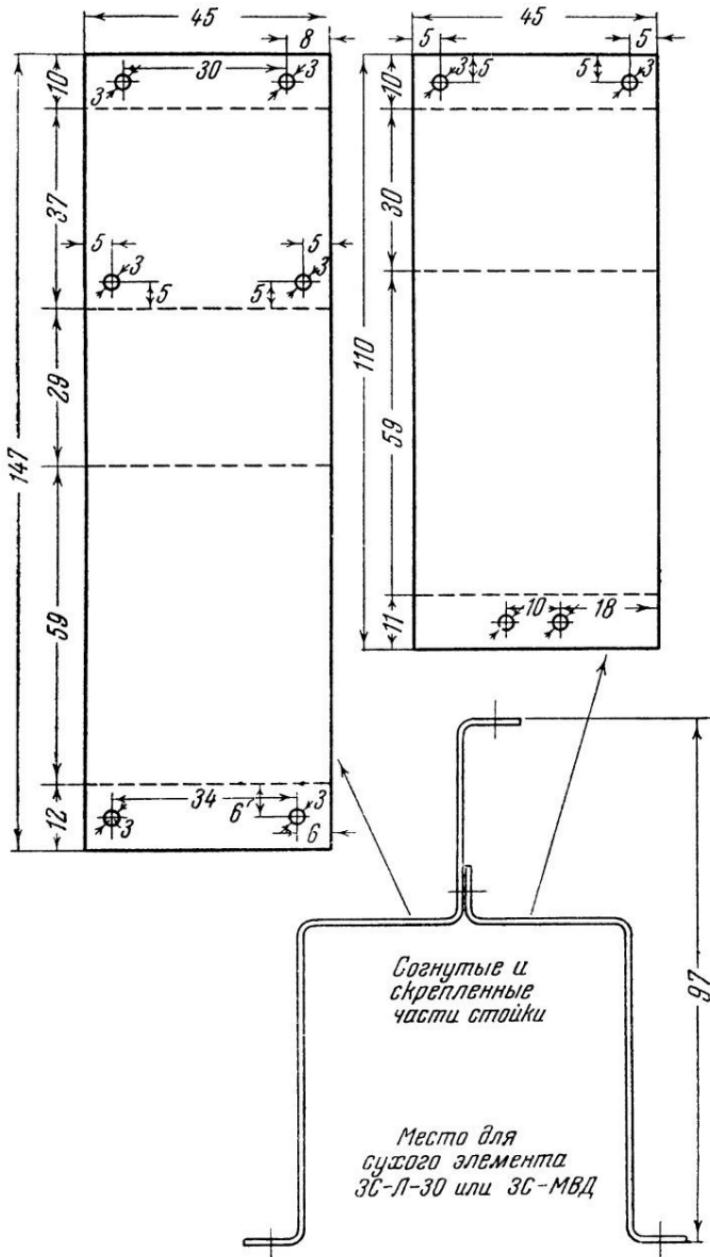

Рис. 15. Крепящая стойка
Крепящая стойка состоит из двух частей и изготовлена из алюминия в 0,8 *мм* (рис. 15). Изготовление ее особой сложности не представляет.
**Крепящая стойка.** В правой части, между задними верхней и нижней панелями расположена крепящая стойка (рис. 15), в которой при необходимости размещается еще один (третий) элемент накала ЗС-Л-30 или ЗС-МВД.